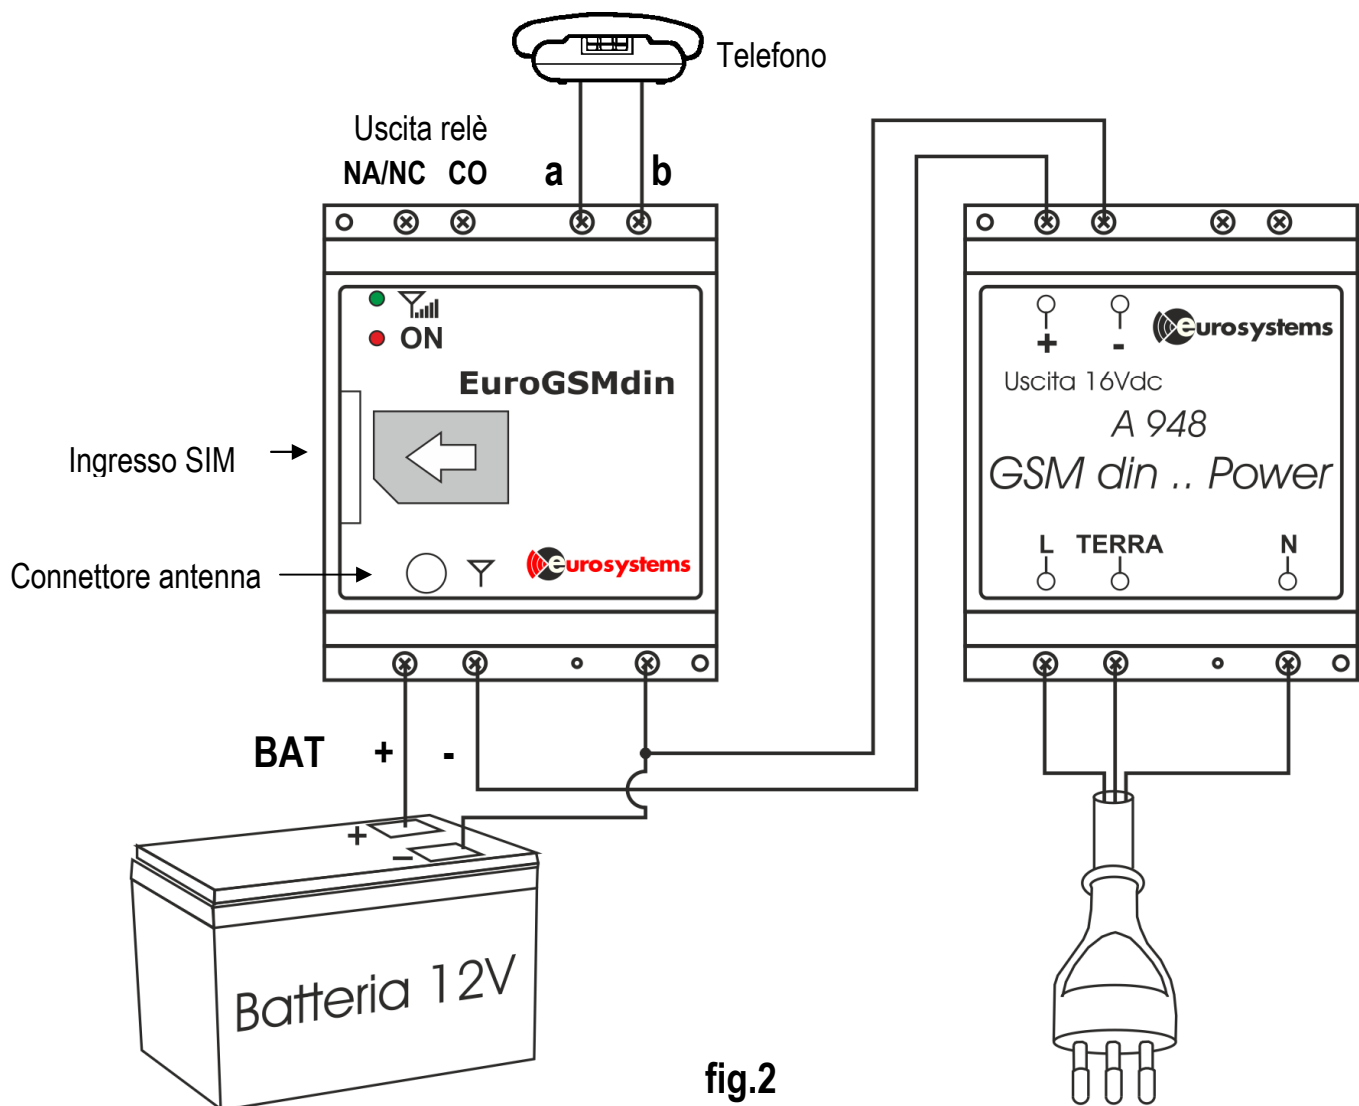

fig.2
5. Collegare un telefono, o l'ingresso linea di una centrale telefonica, o il combinatore, o altro dispositivo telefonico (esclusi i dispositivi digitali, fax, modem, ecc.) ai due morsetti "a" e "b" di fig.2 usando un cavetto idoneo
6. Collegare l'alimentazione ai due morsetti indicati in fig.2, rispettando le polarità
7. Se si vuole collegare anche una batteria al piombo, questa va collegata ai morsetti come in fig. 2, in questo caso l'alimentazione deve essere di almeno 16 Vdc